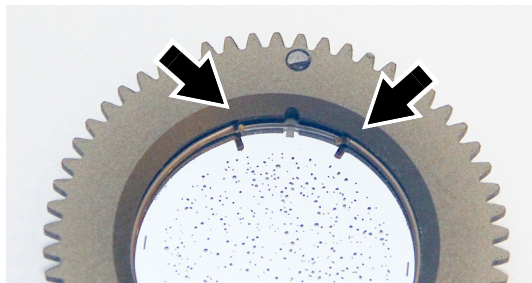

Figure 20 : Ressort de rétention
1. Voir Figure 20. Placez le porte-gobo sur une surface propre, ressort vers le haut. Notez la position de l'extrémité du ressort courbé. Avec une spatule plastique pour éviter toute rayure, soulevez l'extrémité du ressort et dégagez-le de la rainure qui le maintient. Retirez le ressort de rétention du support.
4. Vérifiez que le gobo est convenablement appuyé sur le fond du porte-gobo. Voir Figure 20. Insérez le ressort de rétention dans le porte-gobo et poussez-le dans la rainure prévue à cet effet. Vérifiez que le ressort est aussi plat que possible et que le gobo est correctement maintenu.